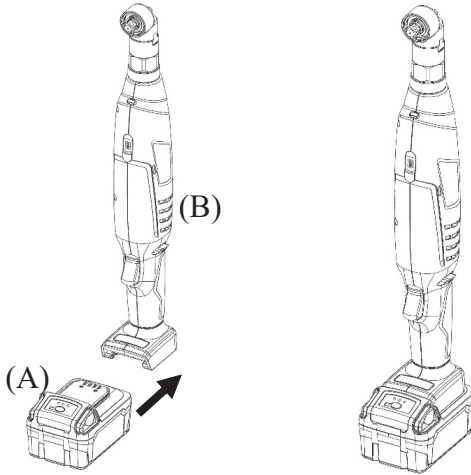

Abb. 1
BATTERIEPACK INSTALLIEREN: Akkupack (A) auf Werkzeug (B) schieben, bis es einrastet. (siehe Abb. 1)
ENTFERNEN DES BATTERIEPACKS: Drücken Sie den Akku auf die beiden seitlichen Entriegelungsknöpfe und ziehen Sie den Akku (A) aus dem Werkzeug (B). (siehe Abb.1)